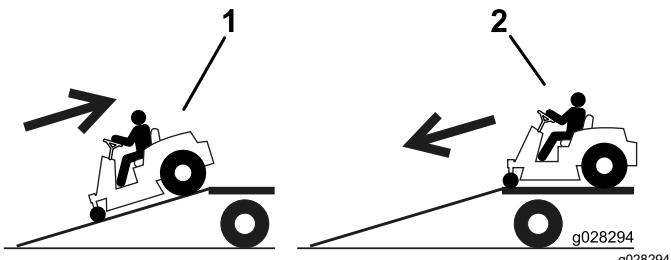

Bild 28
2. Fahren Sie die Maschine vorwärts von der Rampe herunter (Bild 28).